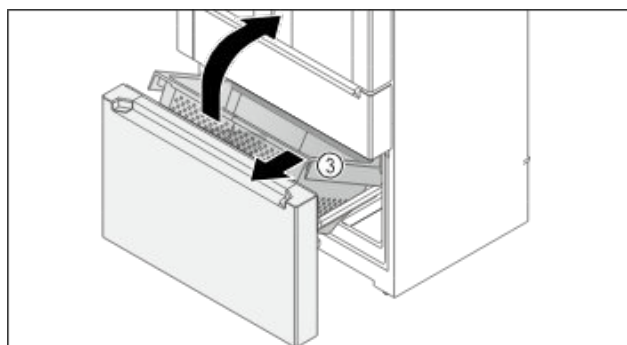

Fig. 153
- ▶ Sollevare il contenitore Fig. 153 (3) anteriore.
- ▶ Estrarre il contenitore Fig. 153 (3) in obliquo e in avanti.